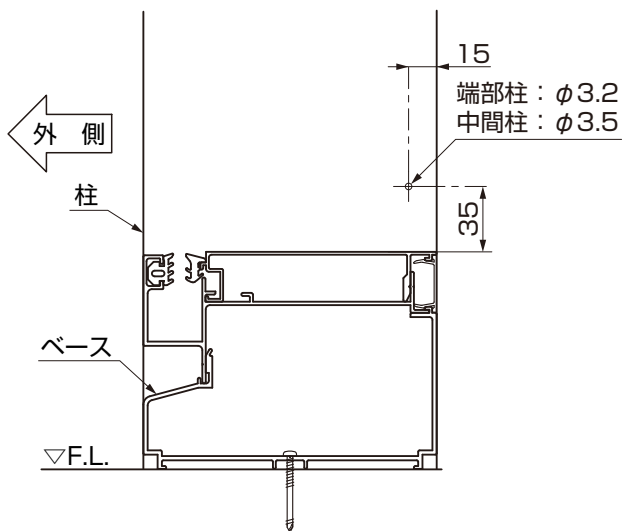
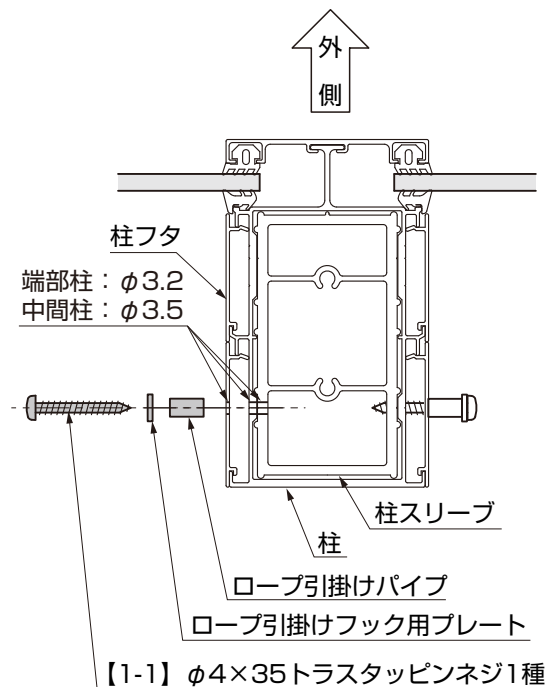

図3-1
図3-2
- ①柱フタ、柱、柱スリーブに中間柱ではφ3.5、端部柱ではφ3.2の穴をあけてください。（図3-1、図3-2参照）